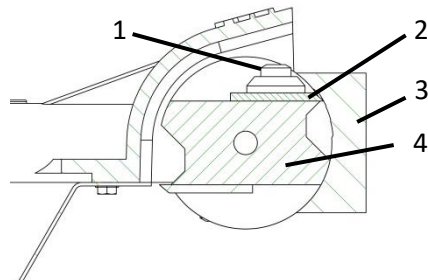

Abb. 9 Messer einstellen
- > Lösen Sie die Messerschraube (**1** – Abb.9).
- > Schieben Sie das Messer (**2** – Abb.9) nach ganz hinten.
- > Legen Sie die Messerlehre (**3** – Abb.9) auf die Walze (**4** – Abb.9) auf, so dass diese auf den beiden Auflageflächen der Walze oben und unten aufliegt.